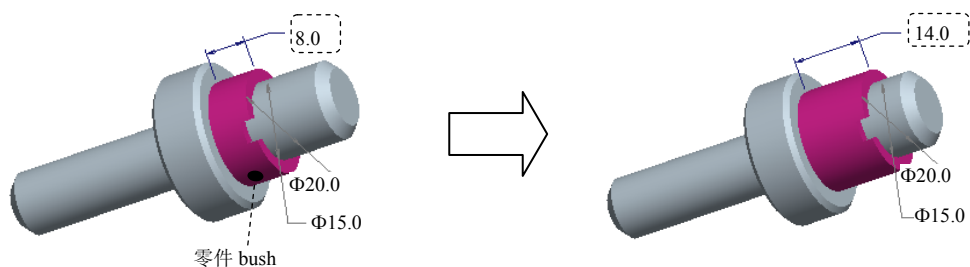

图 5.6.1 修改尺寸
如图 5.6.1 所示，在装配体 asm_modify.asm 中，如果要将零件 modify_bush 中的尺寸 8.0 改成 14.0，操作方法如下：
Step1. 显示要修改的尺寸。在模型树中,右击零件 MODIFY_BUSH.PRT 中的 特征,选择 **编辑** 命令,系统即显示该特征的尺寸,如图 5.6.1 所示。